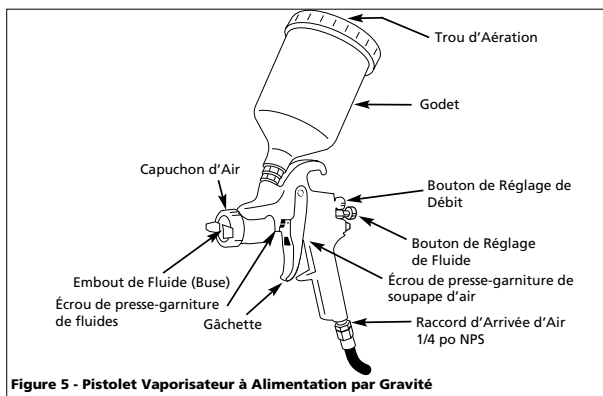

Figure 5 - Pistolet Vaporisateur à Alimentation par Gravité
- Desserrer les écrous de presse-étoupe. Remplacer le presse-étoupe SEULEMENT si la fuite ne peut pas être étanchée en resserrant l'écrou. (Voir Figure 5). Ne pas trop serrer un écrou de presse-étoupe, ceci peut limiter le déplacement de l'aiguille.